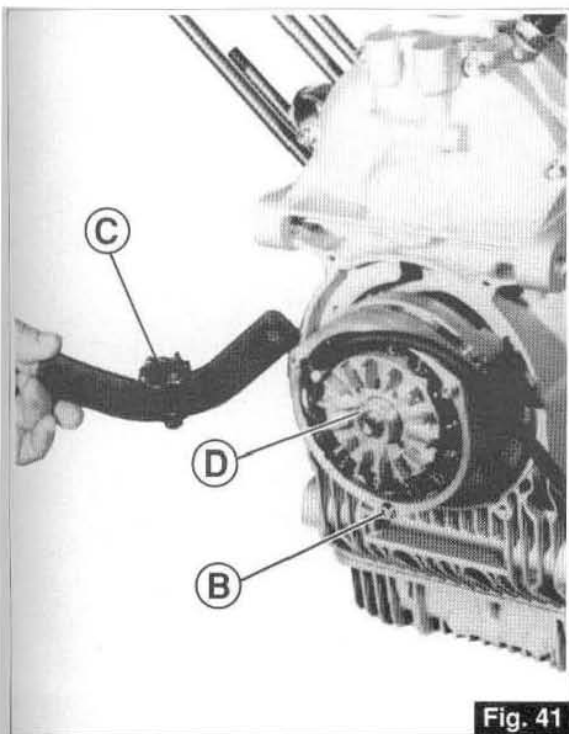

Fig. 41
- Dévissez les 3 vis «B» de fixation du stator générateur et enlevez celui-ci. Appliquez l'outil spécial de blocage «C» (code 12 91 18 01) au volant moteur et dévissez l'écrou central «D» de fixation du rotor (Fig.: 41).
- Die 3 Feststellschrauben «B» des Generatorstators lösen und diesen dann abnehmen. Das entsprechende Feststellwerkzeug «C» (Kennr. 12 91 18 01) auf dem Schwungrad des Motors anbringen und die mittlere Feststellmutter «D» des Rotors (Abb. 41) aufschrauben.